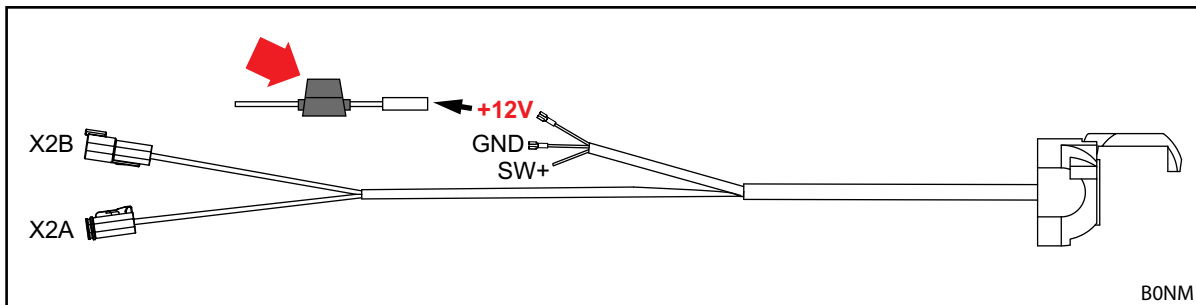

Fig. 52 Fascicul de cabluri STOLL-ISOBUS
- Localizarea și verificarea siguranței (nr. ident. 0484860, vedeți săgeata roșie în Fig. 52):